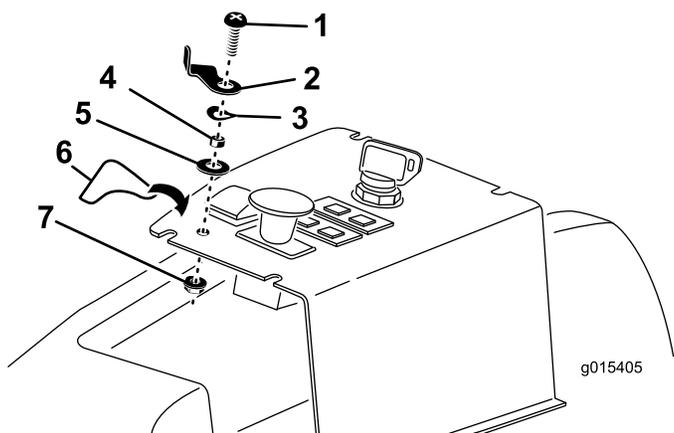

図 13
3. 昇降ロックレバー、スペーサ、ウェーブワッシャ、平ワッシャを順に 1/4 x 1 インチ皿ねじに通す 図 13 を参照。
4. 昇降ロックレバーアセンブリを通したねじをコントロールパネルの穴に通し、ロックナットで固定する。昇降ロックレバーを 図 13 のように配置する。
5. 昇降ロックレバーのデカルをコントロールパネルに 図 13 のように貼り付ける。